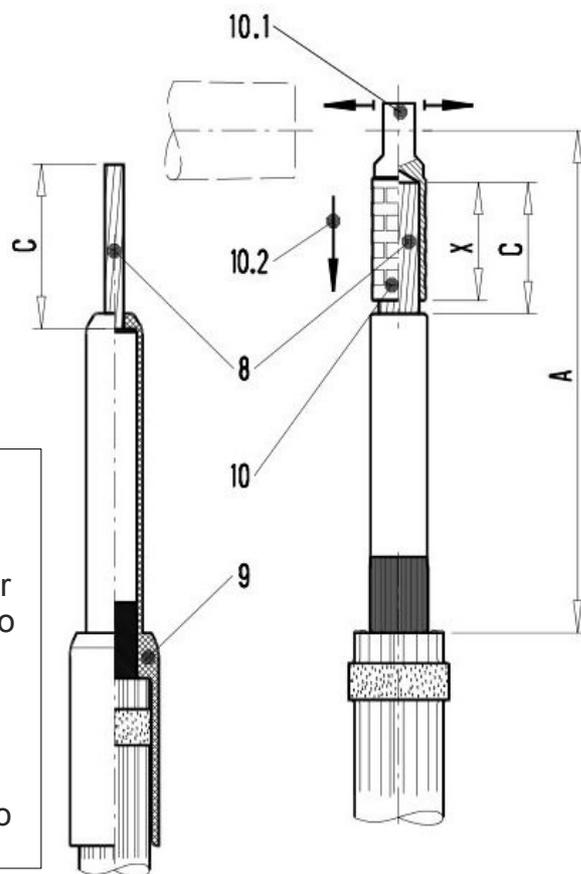

FIGURA 4
3- Cortar a camada de isolamento (7) na medida "C" como indicado na FIGURA 4 com cuidado para não danificar os fios condutores (8) na medida indicado na TABELA 4. Quebrar o canto no local do corte.
Introduzir o ADAPTADOR (9) até o encosto como indicado na FIGURA 4.
- 1- Antes de pressar o TERMINAL DE CABO (10) verifique se a posição é correta para que o PINO DE CONTATO (13) encaixe na bucha de conexão (3). Verifique a indicação 10.1 da FIGURA 4.
- 2- Pressar o TERMINAL DE CABO (10) na seqüência indicada como 10.2 na FIGURA 4.